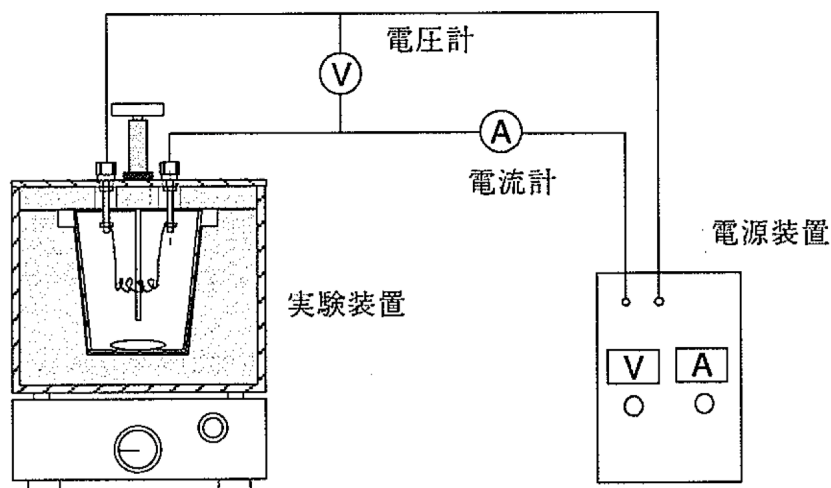

図2 配線図
- (1) ジュール熱実験装置中のプラスチックコップを取り出し、ティッシュで中を拭いて天秤に載せる。
- (2) コップの質量をキャンセルするために、天秤のキャンセルキー「TARE」を押す。
- (3) ビーカーに水道水（約 310ml）を入れ、これをコップに注ぐ。注意：水は電熱線が完全に浸るまでの量（約 310g）を入れること。
- (4) この値 ( $m$ ) を記録する。
- (5) コップを実験装置へ戻し、スターラーが回転するように、つまみを調節する。
- (6) ふたをして、電流系、電圧計、電源を配線図（図 2）を見て接続する。
- ①最初に測定する ( $3\Omega$ もしくは $6\Omega$ ) 抵抗線の両端を端子の取付け穴に差し込んで、ナットで固定します。
- ②蓋に温度計をセットします。一度ゴム栓を取り外した後温度計をゴム栓の穴に差し込んで、ゴム栓と一緒に蓋の上に差し込みます。
- ③熱量計本体をマグネチックスターラーの上に載せます。図2のように組立、配線します。(電流計、電圧計、電源装置は6項関連機器をご参照ください。)
- ④発泡スチロール容器中に約200mlの水を入れ、天秤ではかり、水の質量を求めます。
- ⑤回転子を水を入れた発泡スチロール容器中に入れて、回転子が容器の中心にくるように熱量計本体の位置を調整してください。マグネチックスターラーの電源プラグを電源コンセントに差し込んで、電源、速度調整兼用ツマミを時計方向に回し、回転子が回転し初める位置に設定し、回転子が回転している状態で蓋をかぶせて、実験を行います。
- ⑥ご使用後は、容器内部の水を捨てて中を乾燥させ保管してください。